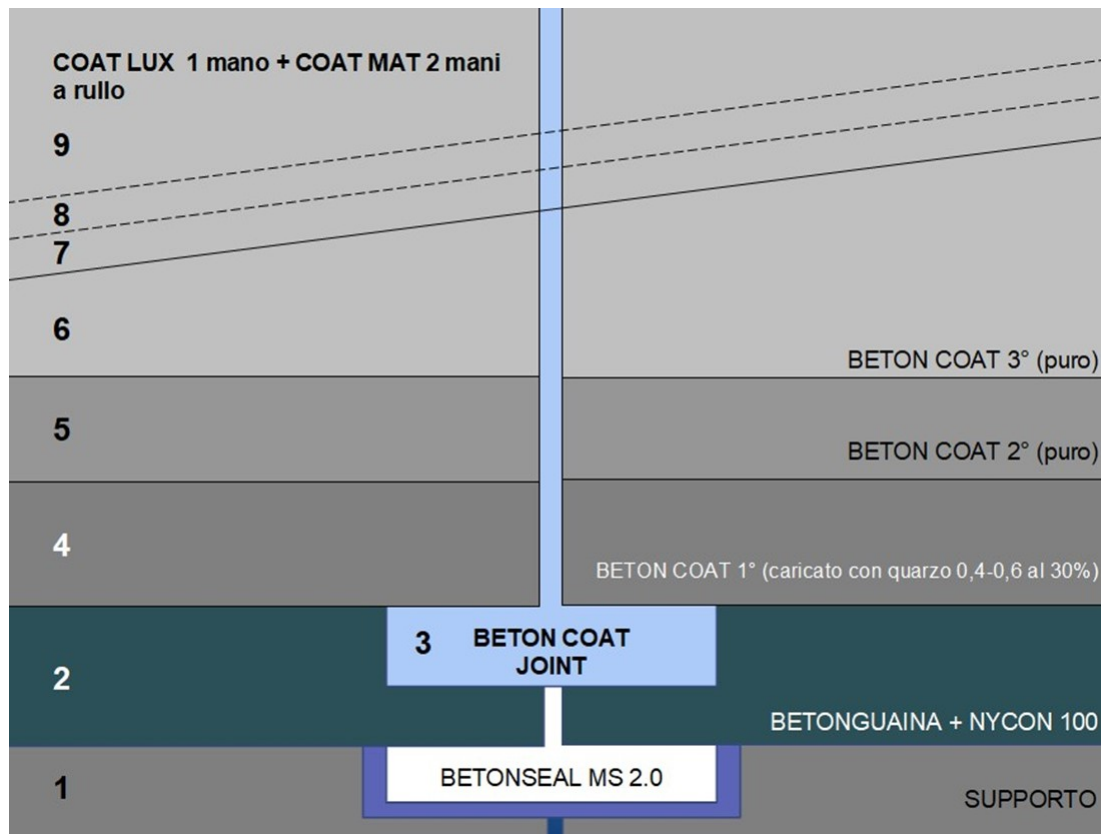

Fig. 1: schema del ciclo BETON COAT completo, dal supporto alla finitura protettiva.
NOTA: i giunti dovranno essere stati opportunamente trattati prima dell'applicazione di BETONGUAINA o BETONGUAINA.S come descritto nelle relative Schede Tecniche. (Nella successiva Fig. 1, vedi i punti 1 e 2).
- Procedere con la stesura del manto di BETON COAT come descritto nelle seguenti sezioni, avendo cura di degradare dolcemente in prossimità del giunto così da limitare la formazione dello scalino tra BETON COAT e BETON COAT JOINT. (Nella successiva Fig. 1, vedi il punto 3).
(Nella successiva Fig. 1, vedi il punto 4).
(Nella successiva Fig. 1, vedi il punto 5).
(Nella successiva Fig. 1, vedi il punto 6).
- Prima mano: COAT LUX applicato con rullo a pelo corto. (Nella successiva Fig. 1, vedi il punto 7).
- Seconda mano e terza mano: COAT MAT, applicate con rullo a pelo corto sulla precedente asciutta e calpestabile. (Nella successiva Fig. 1, vedi i punti 8 e 9).